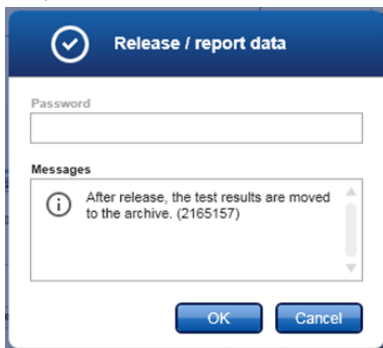

Figure 17. La boîte de dialogue « Release/report data » (Valider les données/rapport).
13. Cliquez sur « Release/report data » (Valider les données/rapport). La boîte de dialogue « Release/report data » (Valider les données/rapport) apparaît, comme illustré en Figure 17.